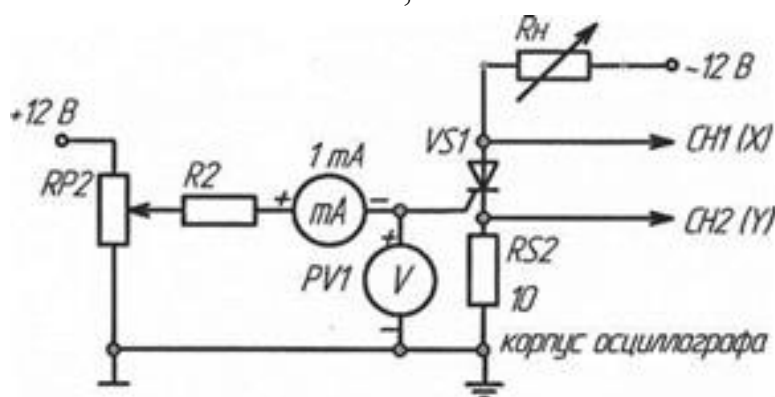

Рисунок 7.2 - Схему для исследования тиристора на переменном токе
д) собрать схему для исследования тиристора на переменном токе для получения анодной ВАХ тиристора на экране осциллографа (рис. 7.2). Подать на вход $CH2$ (Y) осциллографа напряжение с шунта $RS2$, пропорциональное току в анодной цепи i_a , а на вход $CH1$ (X) - анодное напряжение тиристора u_a (при этом переключатель развертки осциллографа должен быть переведен в положение X/Y). Корпус осциллографа (\perp) соединить с общим проводом (\perp). Зарисовать ВАХ тиристора при двух значениях тока управления I_u , определить масштабы по току и напряжению. Выключить питание;